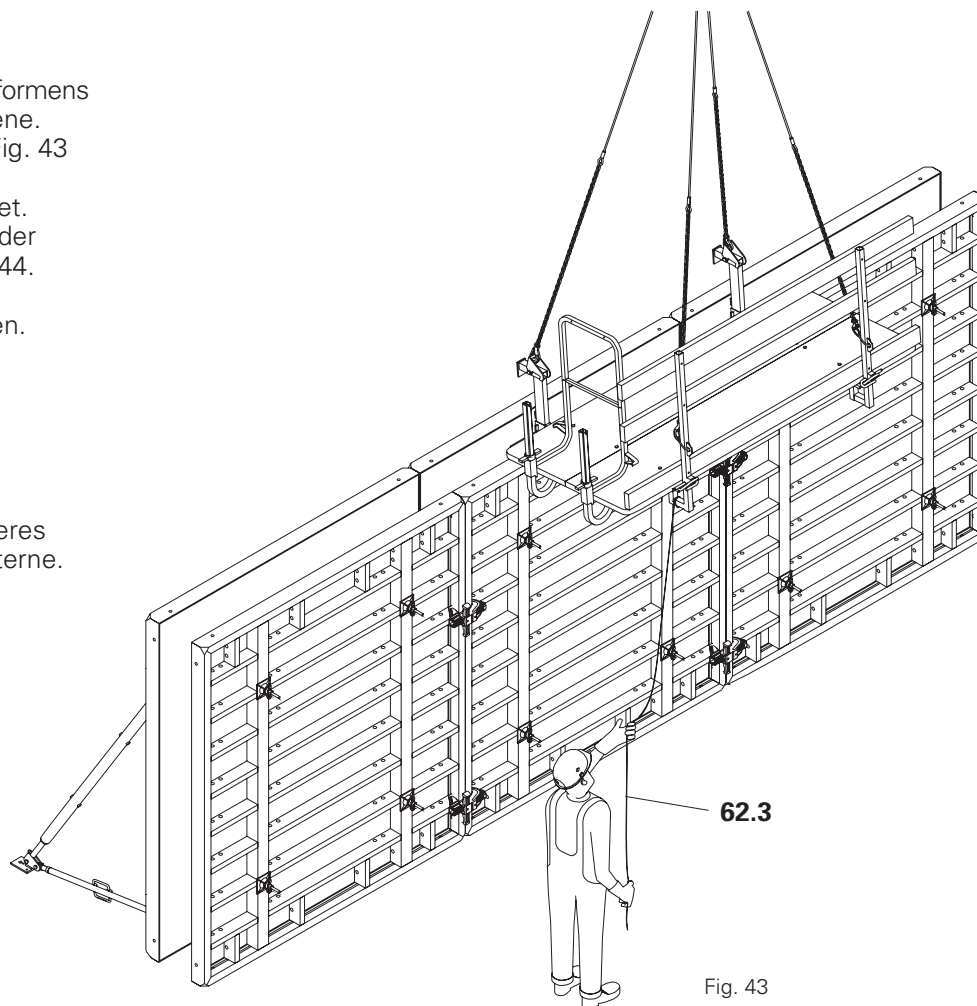

Fig. 43
4. Hæng støbeplatformen op, på formens overkant, med ophængskrogene. Brug styreline **62.3** nedefra. Fig. 43